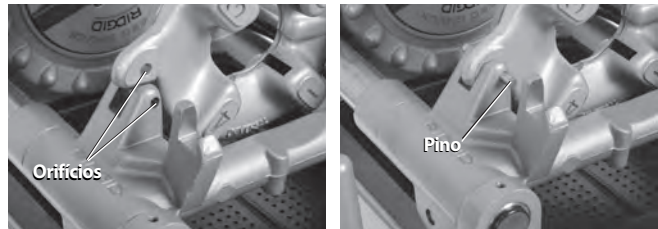

Figura 26 – Reter a Cabeça de Roscar do Lado Esquerdo no Lugar
2. Coloque um pino de 5/16" com 2" de comprimento nos orifícios da guia e a cabeça de rosca do lado esquerdo para se manter no lugar (consulte a *Figura 26*).